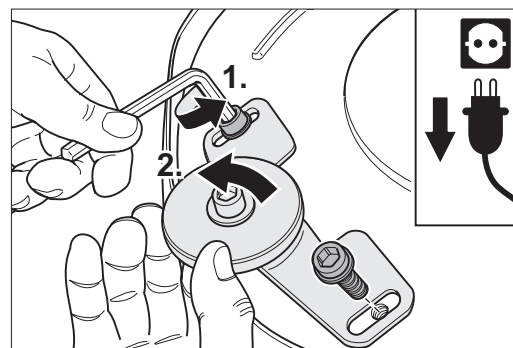

Abb. 79: Die Schrauben am Wandschutzrollenhalter entfernen und die komplette Wandschutzrolle abnehmen.
- 3 Entfernen Sie die beiden Schrauben, mit denen der Wandschutzrollenhalter am Vorsatz befestigt ist und nehmen Sie die komplette Wandschutzrolle ab (Abb. 79).